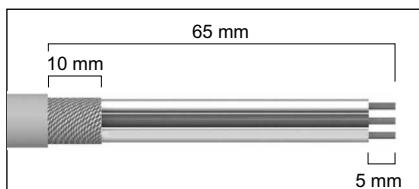

Fig. 3 Preparazione dei cavi Modbus
2. Preparare il cavo (o i cavi) Modbus come mostrato nella fig. 3.